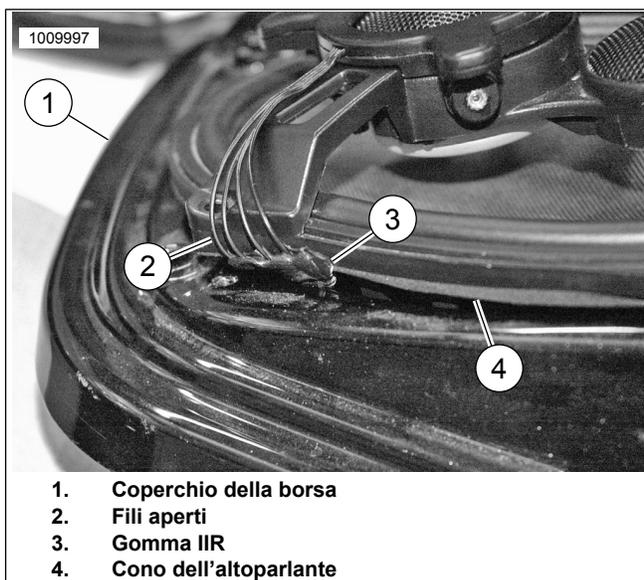

Figura 9.
1. Vedere la figura 9. Verificare che la gomma IIR (3) sia tra l'area dei fili aperti (2) e il coperchio della borsa (1). Deve racchiudere i fili e sigillare il cono dell'altoparlante (4) sul coperchio della borsa per impedire infiltrazioni d'acqua.